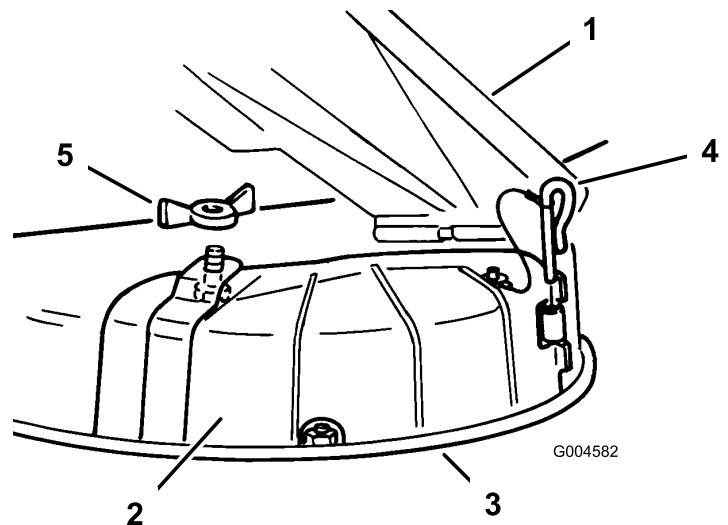

Figura 22
3. Retire la tuerca de orejeta y la abrazadera que sujetan la tapa (Figura 22).
4. Retire el pasador de la bisagra que sujeta la tapa a la carcasa (Figura 22).
3. Levante el deflector de hierba y coloque la tapa de descarga sobre la abertura, en el borde inferior del cortacésped, e introdúzcala en la bisagra delantera (Figura 22).
4. Coloque el pasador en la bisagra (Figura 22).
5. Fije la tapa de descarga al cortacésped con la tuerca de orejeta (Figura 22).